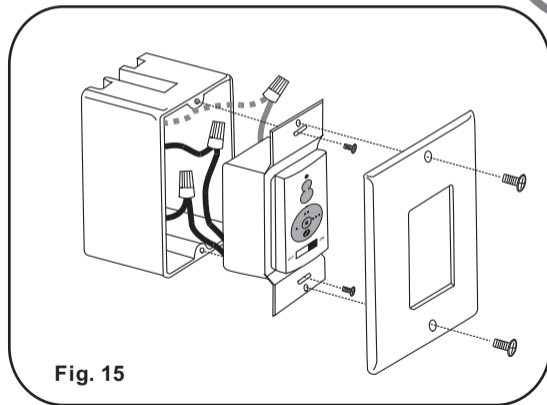

Fig. 15
Paso 3. (Fig. 15) Cuidadosamente meta las conexiones dentro de la caja de distribución. Asegure el transmisor con los dos tornillos proveídos. Instale la cubierta decorativa y asegurela con los dos tornillos proveídos.